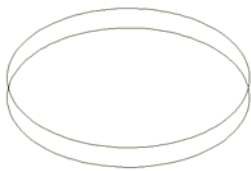

图 11-151 复制圆
- 04 选择菜单【修改】|【复制】命令，将刚绘制的轴测圆垂直向上复制 10 个单位，结果如图 11-151 所示。